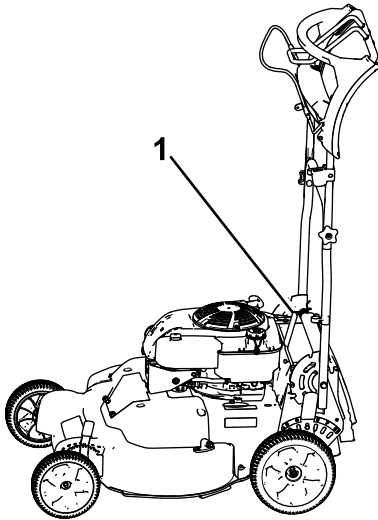

Figura 38
1. Bloccate la stegola in posizione verticale (Figura 38); vedere Regolazione dell'altezza della stegola \(pagina 12\).